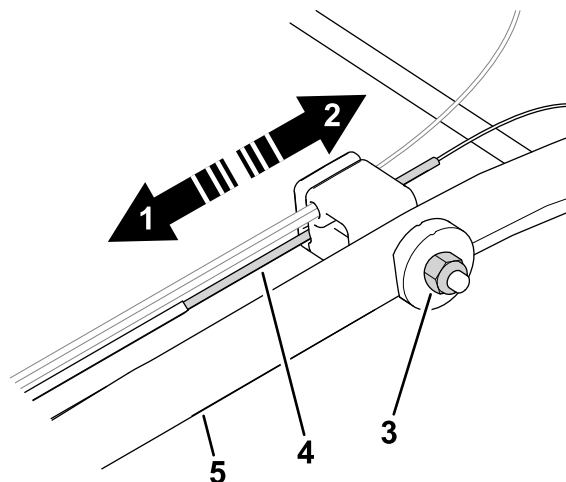

図 26
- 調整ナットを左に回してケーブルの調整をゆるめる 図 26。
- ケーブル 図 26 を押し引きして適当な位置に調整できたら、その位置に保持する。